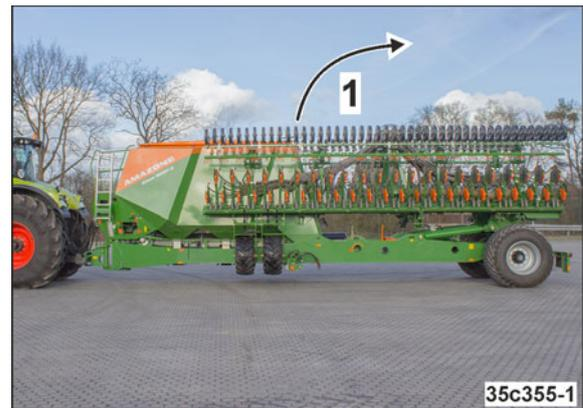

Рис. 224
2. Поднимите консоли машины из транспортной ниши (Рис. 224/1).